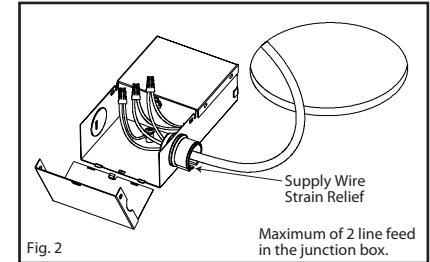

Fig. 2
3. Bring supply power into junction box through the strain relief knockout. Use the wirenuts to connect the white wire from the line feed with the white wire of the junction box. Match the black wire from the line feed with the black wire of the junction box. Match the copper wire from the line feed and with the green wire of the junction box. (Fig. 2)
3. Amener l'alimentation électrique dans la boîte de dérivation à travers la débouchure du reducteur de tension. Utiliser les marettes pour jumeler le fil blanc du secteur avec le fil blanc de la boîte de jonction. Jumeler le fil noir de secteur avec le fil noir de la boîte de jonction. Jumeler le fil de cuivre du secteur avec le fil vert de la boîte de jonction. (Fig. 2)